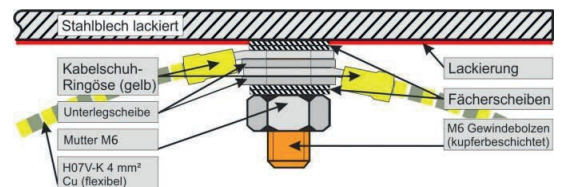

Abbildung 2
Die Erdungskabel (A) sind wie in Abbildung 2 gezeigt anzuschließen. Zuerst stecken Sie die Fächerscheibe (D), dann die Ringöse des Erdungskabels (A), eine Unterlegscheibe (C), die Ringöse des Erdungskabels (A), eine Unterlegscheibe (C) und eine Fächerscheibe (D) auf den Gewindebolzen des Gehäuserahmens. Danach schrauben Sie die Mutter (B) auf den Gewindebolzen und drehen diese mit einem Werkzeug fest. Zur Montage des Gehäuserahmens auf die Rückwand (Lochrasterblech) verwenden Sie die beiliegenden Blechschrauben (E) und die Unterlegscheiben (C).